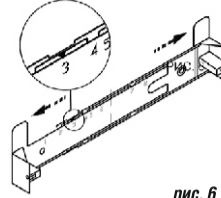

рис. 6
6.5 Крепление кронштейна к стене (рис. 6, 7).
- прежде чем прикрепить кронштейн к стене, необходимо выставить его на нужный размер (равный ширине верхней фальштрубы) рис.6;